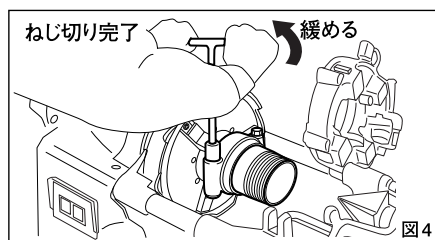

図4
6. ニップルアタッチメントの「六角ボルト」(2カ所)を2~3回転ゆるめ、出来たニップルを手で回して取り外してください。(図4)